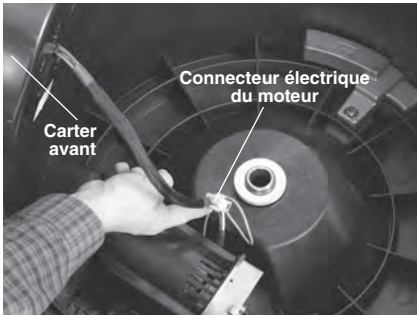

Figure 18 – Carter du dégorgeoir ouvert
2. Servez-vous d'une clé Allen de 4 mm pour desserrer les vis du couvercle avant qui sont attachées au carter et au cadre. Relevez le carter pour débrancher le connecteur électrique du moteur (*Figure 18*). Enfilez le câble à travers l'orifice pour le réintroduire dans l'appareil. Retirez le carter avant.